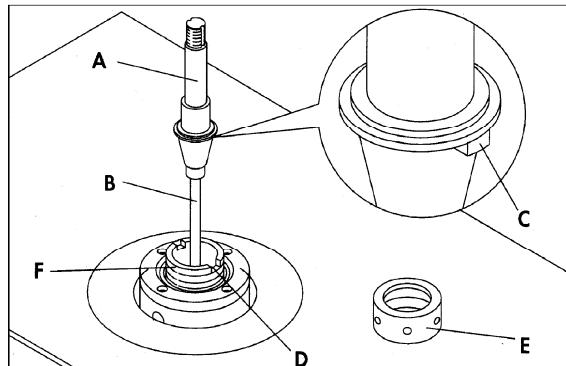

Рисунок 3
4. Закрутите короткий резьбовой конец приводного стержня (B, рис. 3) в резьбовое отверстие нижнего конца сменного шпинделя (A, рис. 3). Снимите две контргайки и клиновидную шайбу с другого конца приводного стержня (B, рис. 3).
5. Аккуратно вставьте приводной стержень (B, рис. 3) и шпиндель (A, рис. 3) вниз в вал, как показано на рисунке. Убедитесь, что шпонка (C, рис. 3) на шпинделе вошла в канавку (D, рис. 3), закрутите гайку шпинделя (E, рис. 3) на резьбу (F, рис. 3).